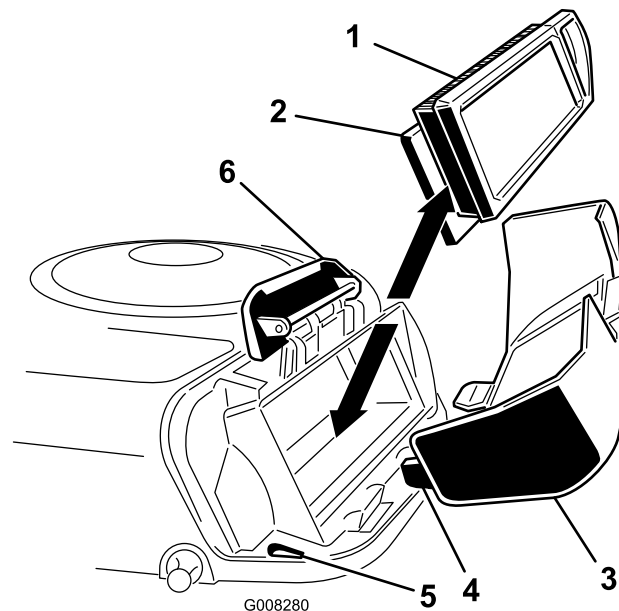

Bild 22
4. Schieben Sie den Papier- und den Schaumeinsatz vorsichtig vom Gebläsegehäuse herunter (Bild 22).
2. Fluchten Sie die Nasen des Luftfilterdeckels mit den Schlitten im Gebläsegehäuse aus (Bild 22). Haken Sie den Griff in die Abdeckung ein und drücken auf den Griff, um diesen einzurasten.